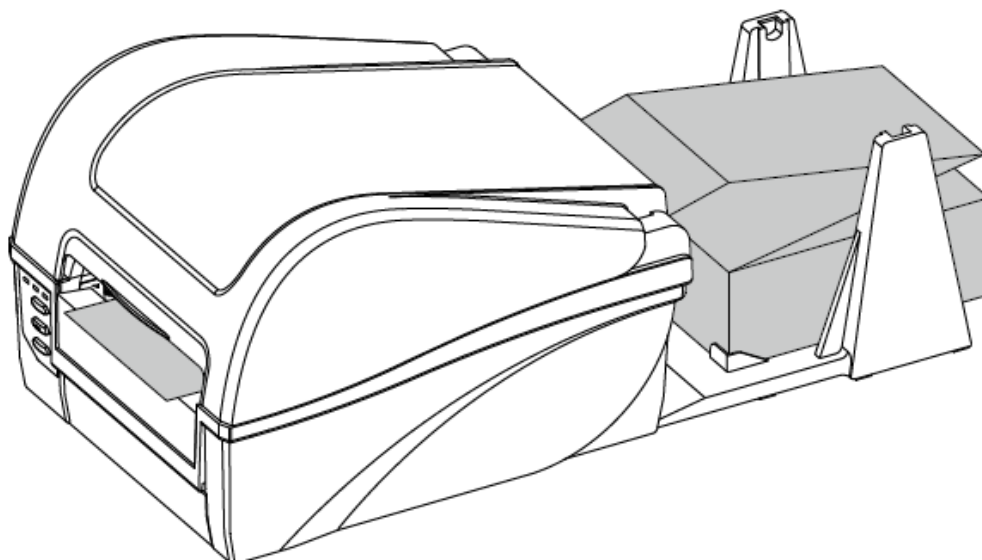

Рисунок 2-22 Загруженная фальцованная этикетка
5. Нажмите на блок печатающей головки вниз, пока не услышите щелчок, который означает, что блок зафиксировался на месте, затем закройте верхнюю крышку. См. рисунок 2-22.